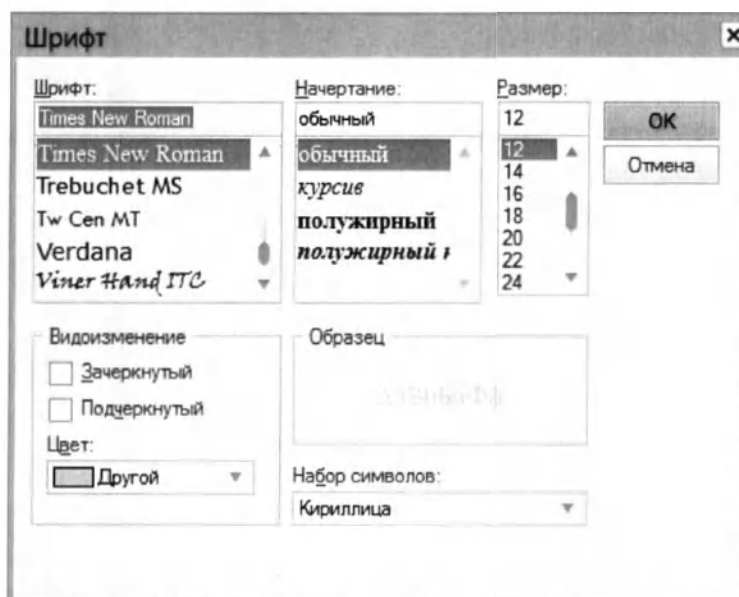

Рис. 4.16. Окно установки шрифта выбранного текста
- Кнопка «Шрифт» (сноска 18) предназначена для установки шрифта выбранного текста. При её нажатии открывается одноименное диалоговое окно (рис. 4.16), в котором можно изменить имя, стиль, размер и другие параметры шрифта текста поля «Описание».